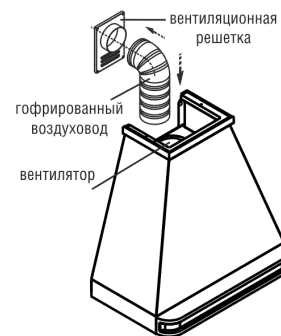
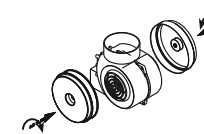

рис. 8
рис. 9
6.4 В зависимости от режима эксплуатации вытяжки соедините вентилятор с вентиляционной решеткой полужестким гофрированным воздуховодом (рис. 8) или установите на вентилятор угольные фильтры, если они предусмотрены. Угольные фильтры устанавливаются на защитные решетки корпуса вентилятора (рис. 9)